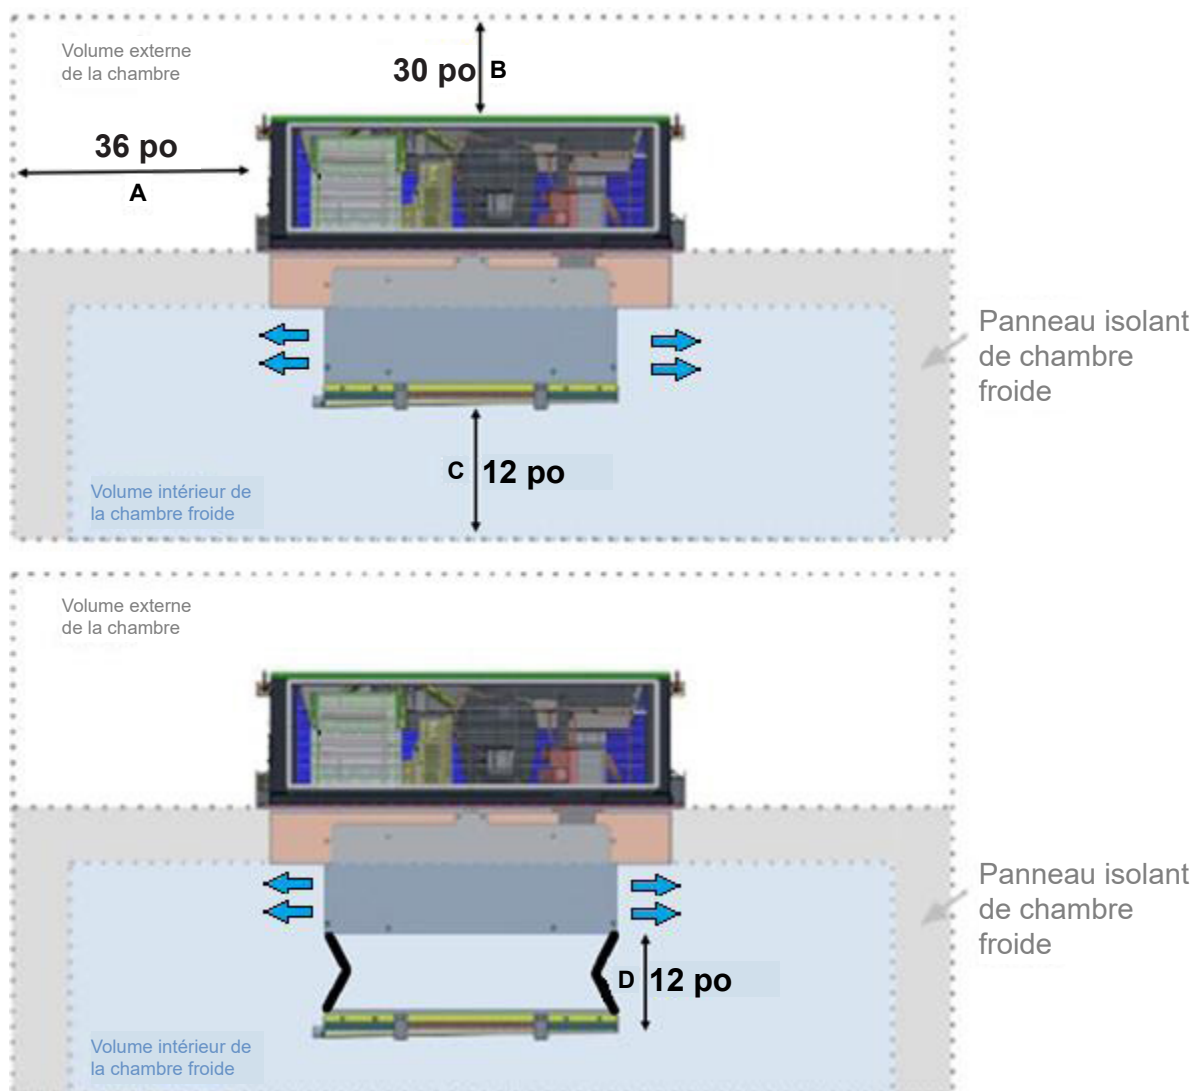

Figure 6 – Dimensions d'accès pour l'entretien
- Pour les fins d'entretien, les distances minimales recommandées sont données dans la Figure 6 :